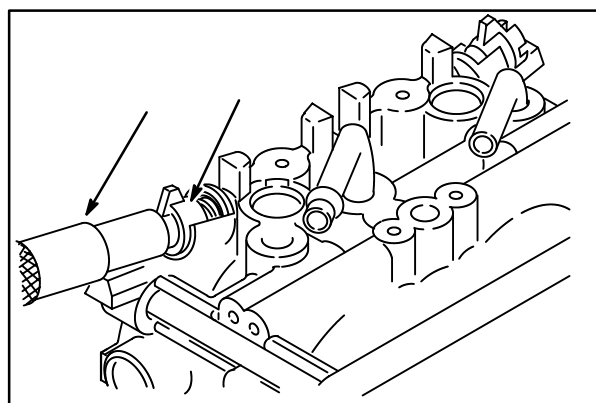

Fig. 22
- a. Posicione a tampa do limitador (8) de forma que o fixador esteja intermediário entre os fixadores do corpo do carburador. Empurre o limitador usando o Pino de extração **19135** (7) como mostrado, Fig. 22.